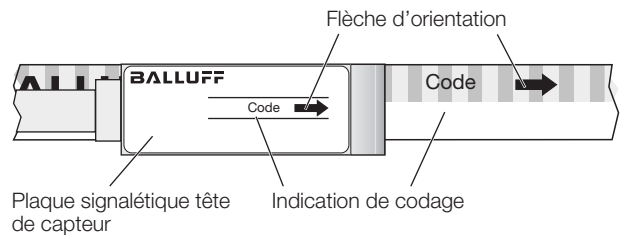
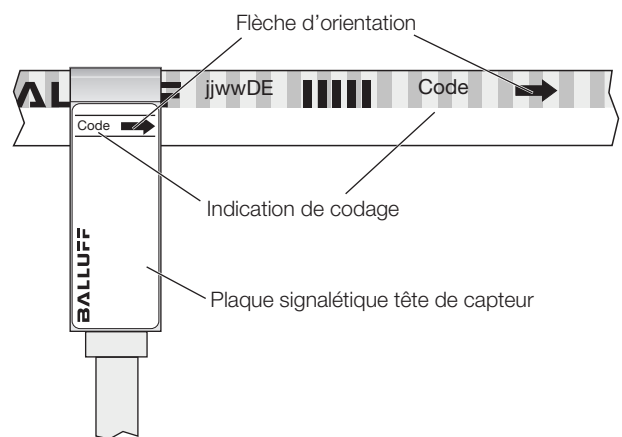

Fig. 4-1: Alignement tête de capteur par rapport à la bande magnétique – Variante longitudinale
Fig. 4-2: Alignement tête de capteur par rapport à la bande magnétique – Variante transversale
- La flèche imprimée sur la bande magnétique doit pointer dans la même direction que la flèche présente sur la plaque signalétique de la tête de capteur (voir Fig. 4-1 et Fig. 4-2 page 12).